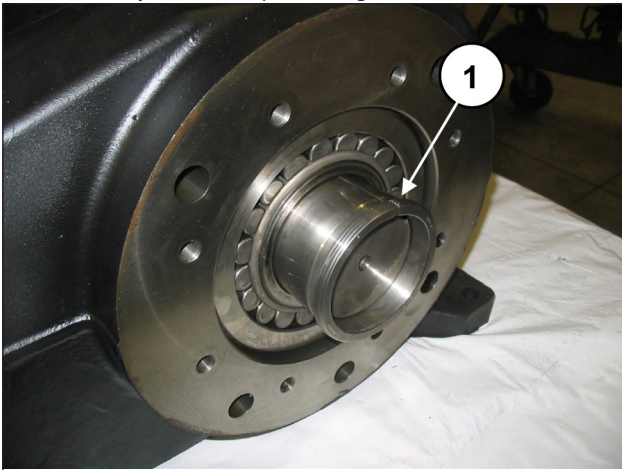

Fig. 44
Introducir el casquillo de presión de manera manual para mantener el eje alineado (pos. ①, Fig. 44).